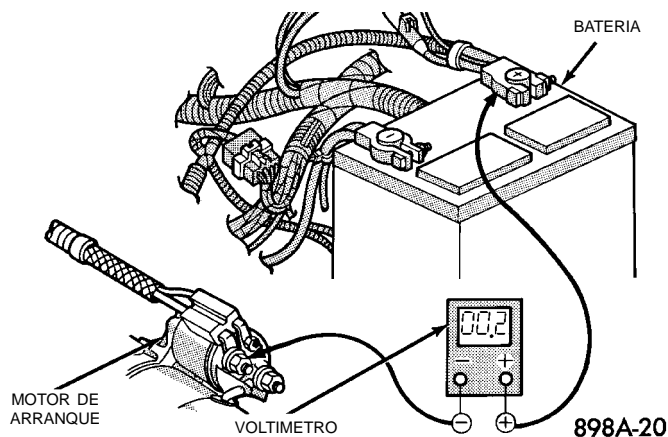

Fig. 13 Prueba de resistencia del cable positivo de la batería - Característica
(3) Conecte el voltímetro para medir entre el borne positivo de la batería y el espárrago del terminal de batería del solenoide del motor de arranque (Fig. 13). Gire y mantenga el interruptor de encendido en la posición START. Observe el voltímetro. Si la lectura es superior a 0,2 voltios, limpie y apriete la conexión del cable de la batería en el solenoide. Repita la prueba. Si la lectura sigue siendo superior a 0,2 voltios, reemplace el cable positivo defectuoso de la batería.